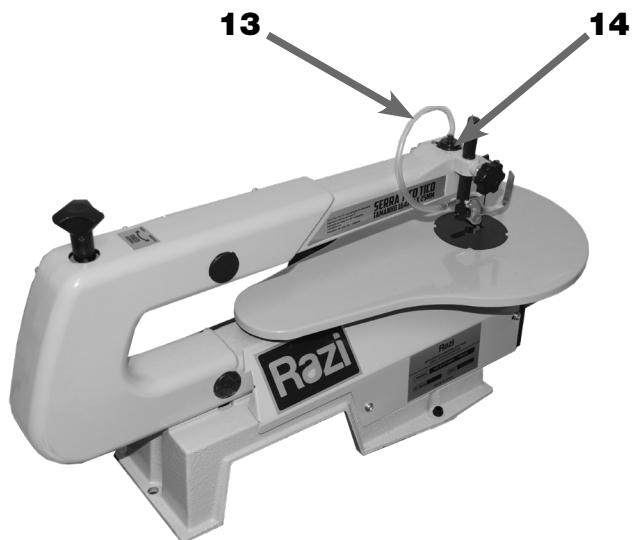

FIGURA 11 – Mangueira Visão Geral
2. CONECTAR o outro lado da Mangueira (13) no Diafragma (14) (figura 11);